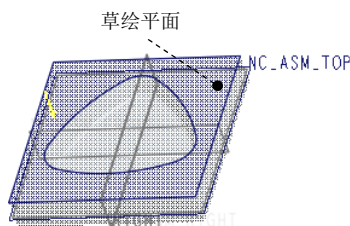

图 19.2.3 定义草绘平面
(2) 创建实体拉伸特征。
① 定义拉伸类型。在“拉伸”操控板中, 确认“实体”类型按钮  被按下。
② 定义草绘截面放置属性。在绘图区中按下鼠标右键, 从弹出的快捷菜单中, 选择 **定义内部草绘...** 命令, 系统弹出“草绘”对话框, 在系统  选择一个平面或曲面以定义草绘平面。的提示下, 选取图 19.2.3 所示的参照模型表面 1 为草绘平面, 接受默认的箭头方向为草绘视图方向, 接受系统默认的 RIGHT 基准平面为参照平面, 方位为 **右**, 选择 **草绘** 按钮, 至此系统进入截面草绘环境。